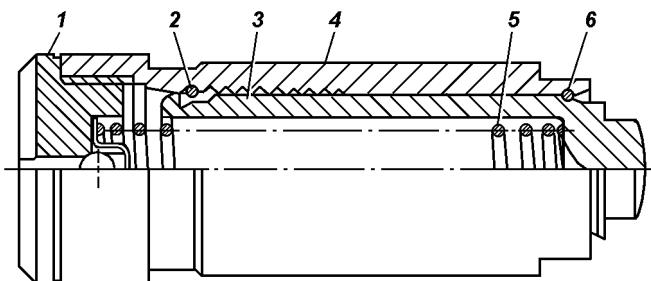

Рис. 4.48. Гидронатяжитель:
- в плунжер вставьте пружину 5 (рис. 4.48). На пружину установите клапан 1 гидронатяжителя и, сжимая пружину, заверните его в корпус, при этом стопорное кольцо на плунжере должно находиться в проточке корпуса и препятствовать перемещению плунжера в корпусе;